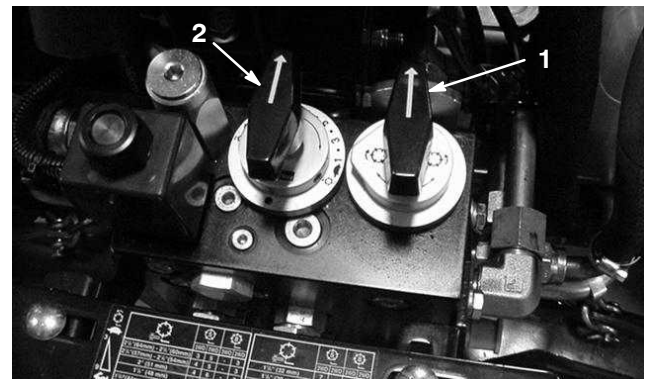

Bild 64
3. Drehen Sie das Schärfen-Einstellrad am Ventilblock (Bild 64) im Uhrzeigersinn auf die „Schärfen“-Stellung. Drehen Sie dann das Spindeldrehzahl-Einstellrad auf Position 1 (Bild 64).